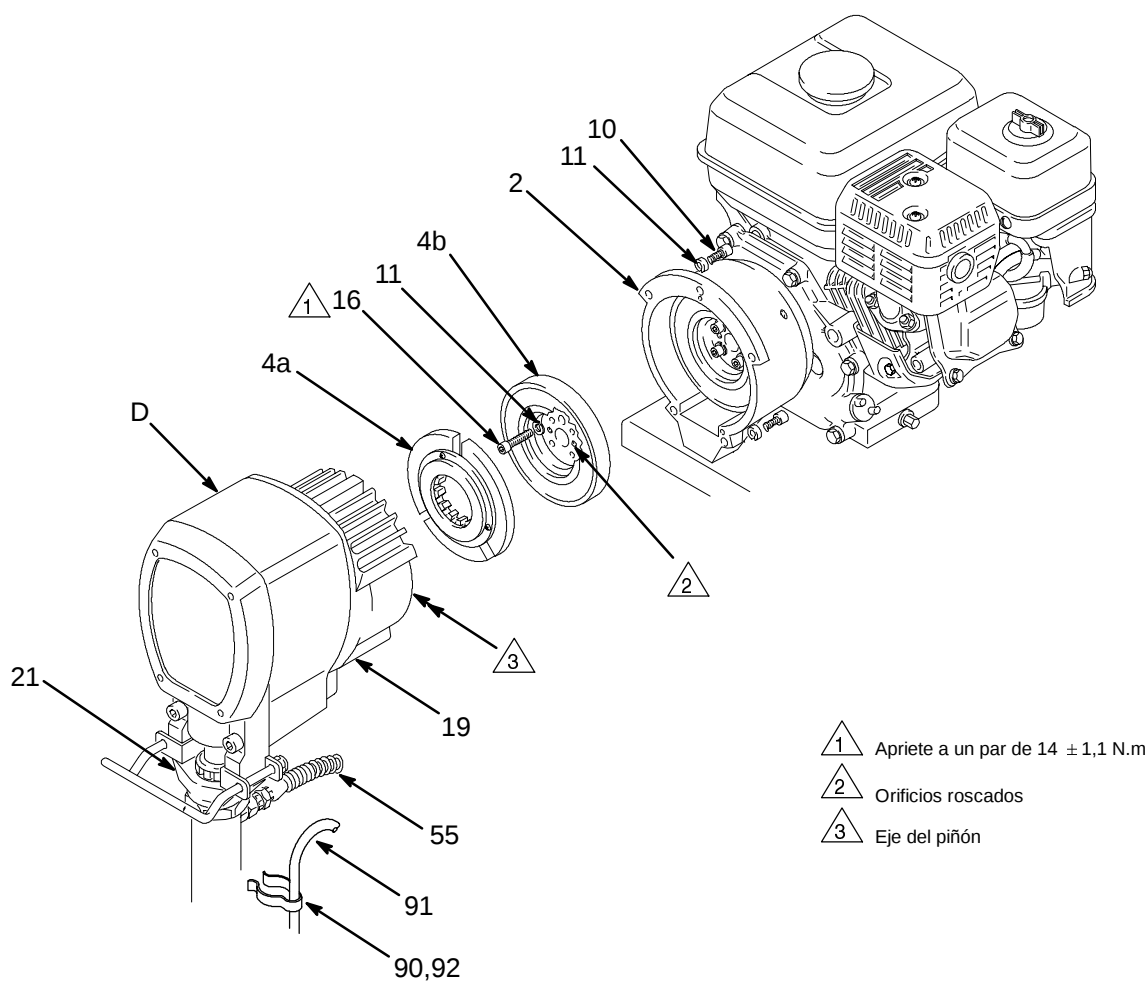

Fig. 16
2. Desconecte la manguera (55) de la base de bomba. **Sólo para los carros verticales**, suelte la manguera de drenaje (91) de la bomba.
3. Saque los dos tornillo inferiores (10) del cárter del embrague (2) y después los tres tornillos superiores.
4. Golpee ligeramente la parte posterior del alojamiento del cojinete (21) con una maza de plástico para aflojarlo (D) del cárter del embrague (2). Extraiga el alojamiento; el inducido (4a) saldrá al mismo tiempo. Saque el inducido del eje del piñón.
5. Saque los cuatro tornillo de cabeza (16). Instale dos de los tornillos en los orificios roscados del rotor (4b). Apriete alternativamente los tornillos hasta que salga el rotor. Vea la Fig. 16.